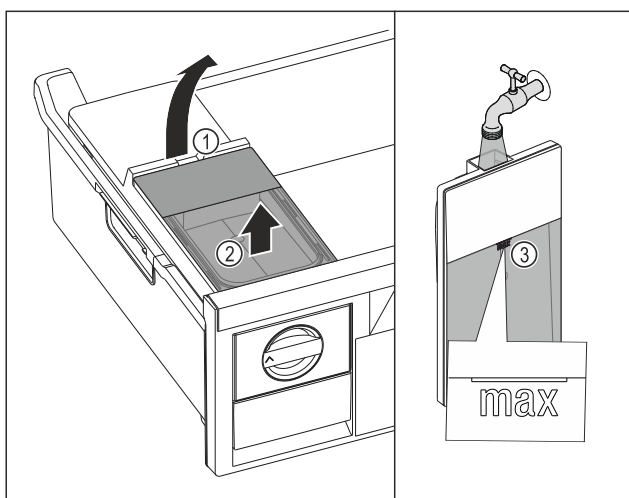

Fig. 96
- ▶ Zbiornik wody unieść za wycięcia Fig. 96 (1).
- ▶ Wyjąć zbiornik wody do góry. Fig. 96 (2)
- ▶ Zbiornik wody napełnić wodą pitną aż do oznaczenia Fig. 96 (3).